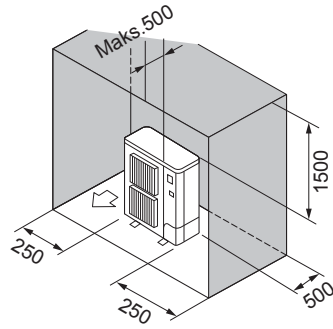

Fig. 2-8
- ⑥ Yalnızca arkadaki, yandaki ve üstteki engeller (Fig. 2-8)